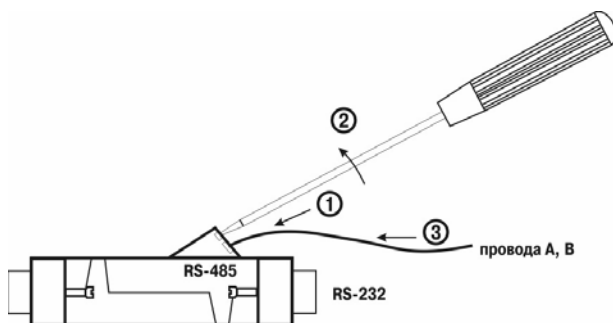

Рис. 5.1. Подключение проводов А и В к переходнику
**Примечание.** Порядок действий при подключении проводов А и В к переходнику (см. рис. 5.1) следующий: